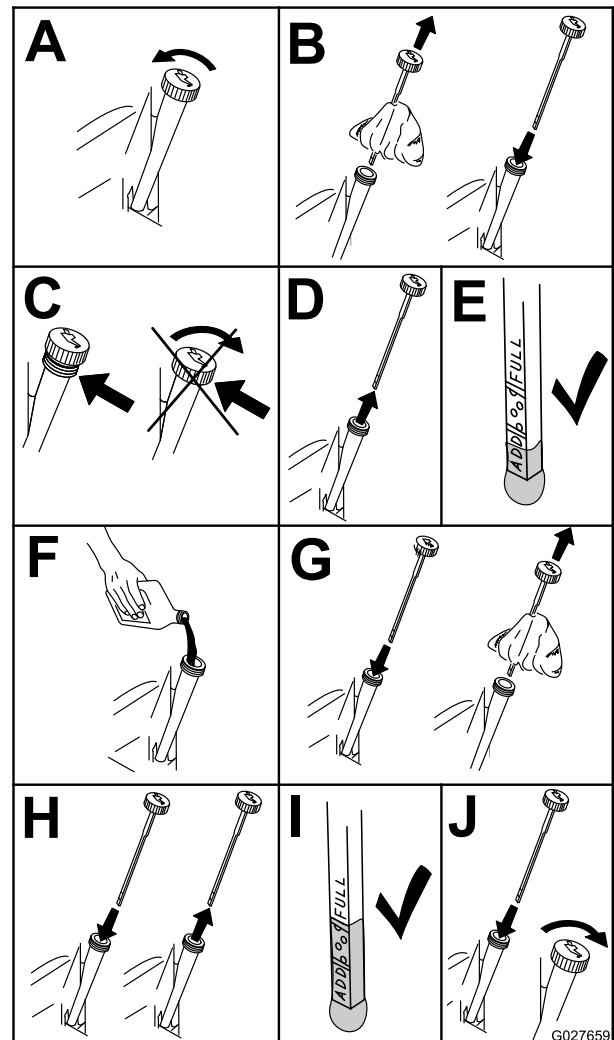

Figure 39
2. Avant de quitter la position de conduite, coupez le moteur, enlevez la clé de contact et attendez l'arrêt complet de toutes les pièces mobiles (Figure 39).